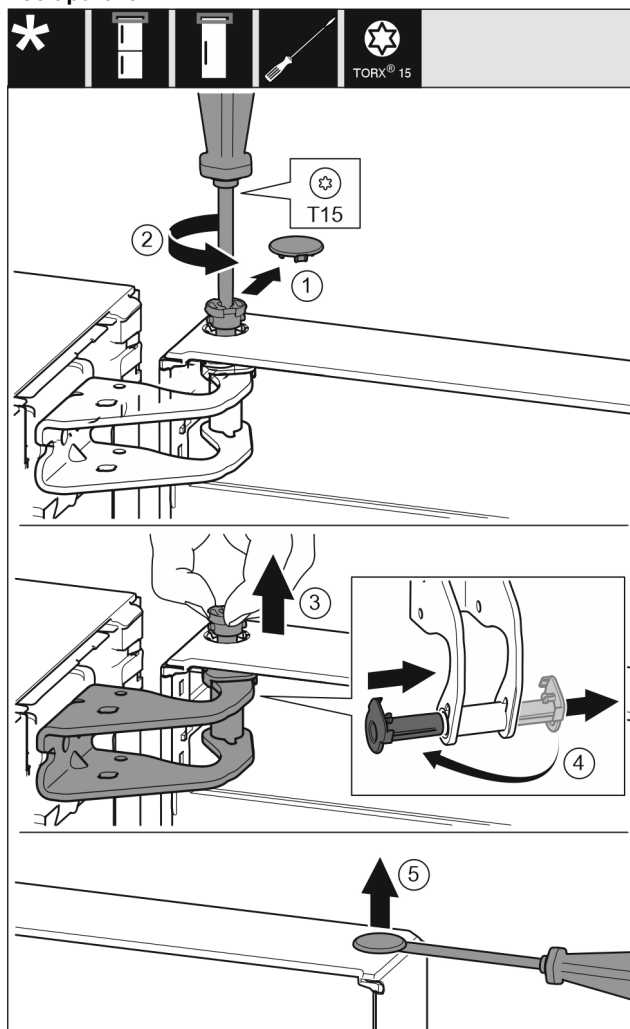

Fig. 7
- ▶ Previdno snemite varovalni pokrov. Fig. 7 (1)
- ▶ Sornik nekoliko izvijte z izvijačem T15. Fig. 7 (2)
- ▶ Držite vrata in s prsti izvlecite sornik. Fig. 7 (3)
- ▶ Ležajno dozo povlecite iz vodila. Vstavite z druge strani in pazite, da se zaskoči. Fig. 7 (4)
- ▶ S ploščatim izvijačem previdno dvignite čep iz ležajne doze vrat in ga izvlecite. Fig. 7 (5)